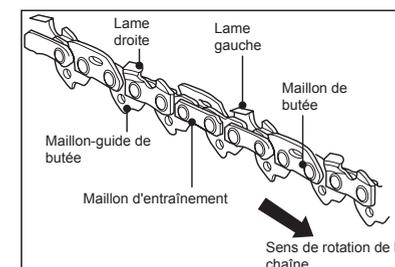

Fig. 39
- > La profondeur de coupe se définit par la différence de hauteur entre les dents et la rainure. Lors de l'affûtage de la chaîne [6], prenez note des points suivants (fig. 39).